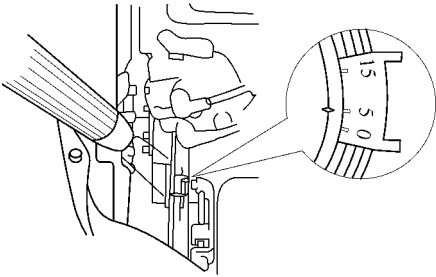

图 5-59 用正时灯检查正时
- 2) 从散热器风扇罩拆下辅助孔盖，并使发动机在规定的怠速下运转，用正时灯检查正时，如图 5-59 所示。